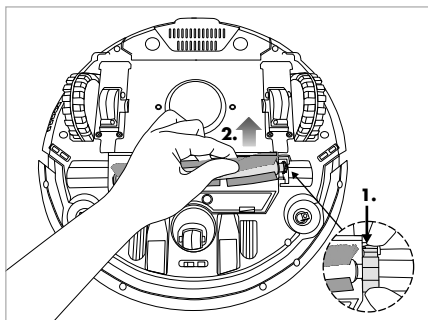
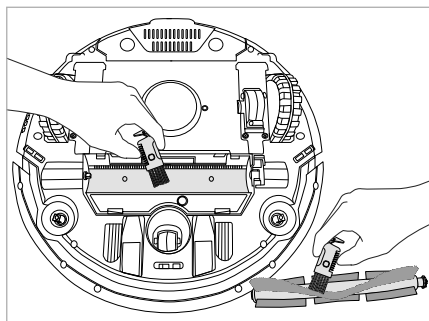

Fig. 16
Fig. 17
- 2) Îndepărtați elementul de blocare al periei rotative 22. Prindeți peria rotativă 31 pe partea dreaptă și scoateți-o din aparat (a se vedea fig. 16). Îndepărtați părul și murdăria cu ajutorul periei de curățare 11. Dacă este necesar, curățați și compartimentul periei rotative (a se vedea fig. 17).